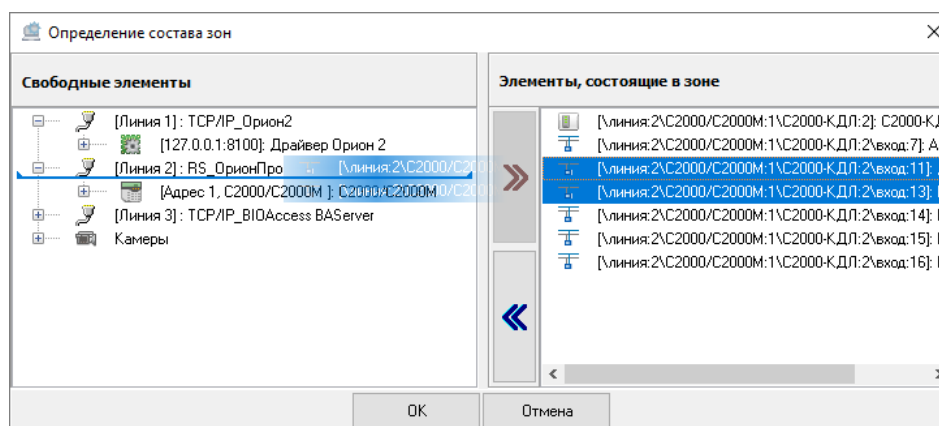

Рисунок 6-381 Удаление привязки объектов системы к системной зоне перетаскиванием
- выделите один или несколько объектов системы в поле «Элементы, состоящие в зоне» (для выделения сразу нескольких объектов системы нажмите на клавиатуре и удерживайте клавишу <Shift> для выбора диапазона или клавишу <Ctrl> для комбинированного выбора) и, удерживая нажатой левую клавишу мыши, перетащите выделенные объекты системы в поле «Свободные элементы» (см. Рисунок 6-381).